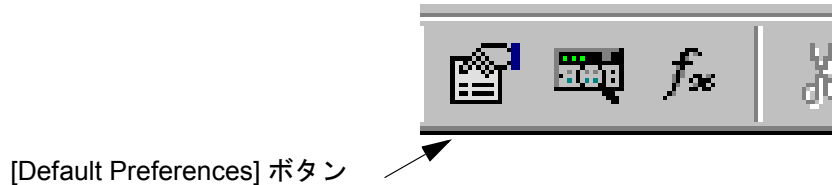

図 9-11. ツールバーの [Default Preferences] ボタン
1. VEE のメイン・メニューで、[File] ⇒ [Default Preferences] をクリックするか、図 9-11 に示すツールバーの [Default Preferences] ボタンを押します。